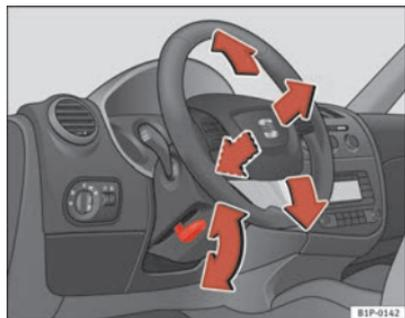

Fig. 115 Ajuste de la posición del volante
- Tire hacia abajo de la palanca ⇒ fig. 115 situada debajo de la columna de dirección ⇒ ⚠.